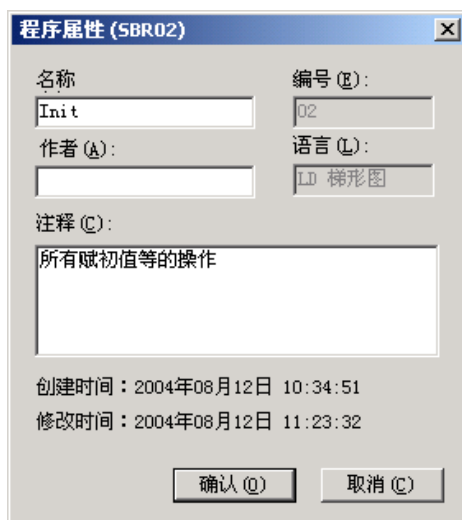

图 4-16 “程序属性”对话框
- ▶ [属性]：打开“程序属性”对话框，如图 4-16，可以对该程序的属性进行修改。